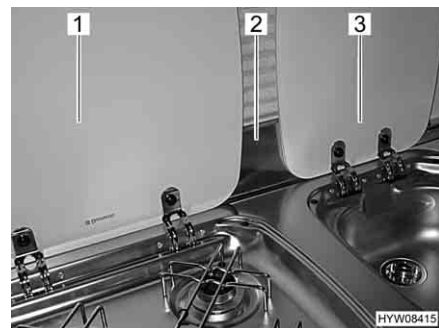

Fig. 8 Lastra proteggifiamma e coperture
- Rimuovere la lastra proteggifiamma (Fig. 8,2) e stivarla in modo sicuro.
- Chiudere le coperture del lavandino (Fig. 8,3) e del fornello a gas (Fig. 8,1).